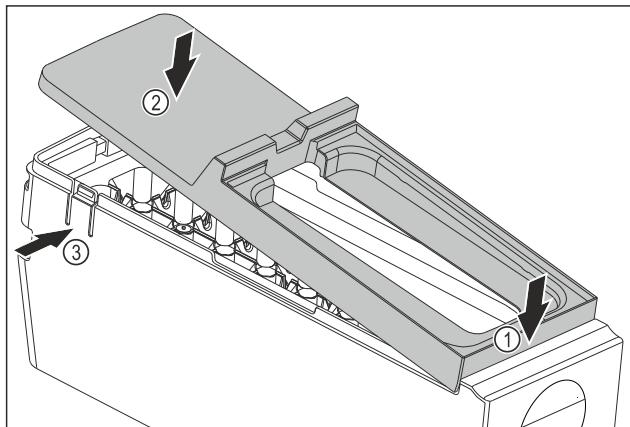

Fig. 90
- Смонтируйте крышку корпуса EasyTwist-Ice: Установите крышку спереди. Fig. 90 (1)
- Опустите крышку сзади. Fig. 90 (2)
- Крышка со щелчком фиксируется в накладках Fig. 90 (3).